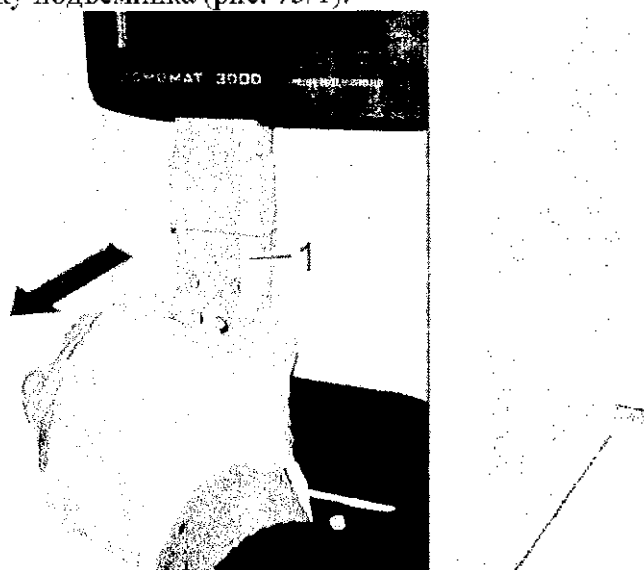

Рис. 75: Снятие крышки подъемника
6. Полностью снять крышку подъемника (рис. 75/1).